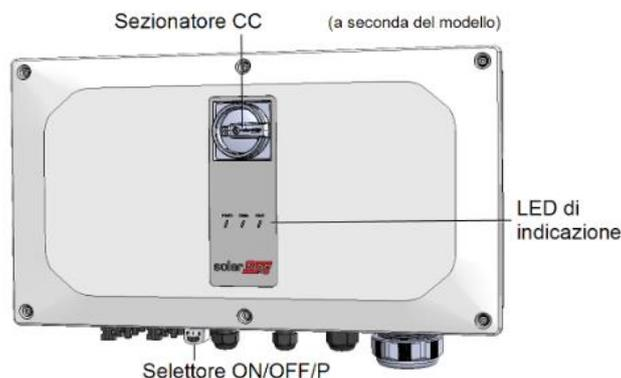

Figura 3. Interfaccia frontale dell'unità di comando e controllo inverter.
- 1) **apertura sezionamento DC presente a bordo inverter: vedi figura 3;**